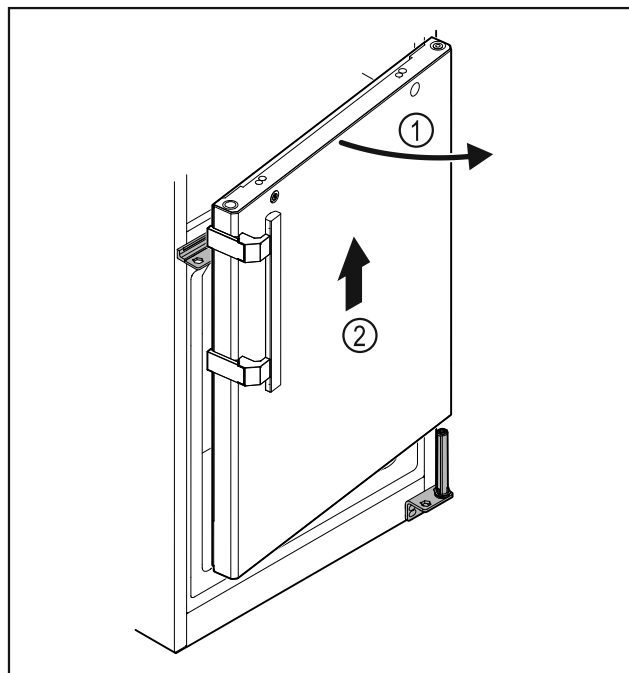

Fig. 27
- ▶ Deschideți ușor ușa Fig. 27 (1), ridicați aproximativ 200 mm drept în sus și detașați-o Fig. 27 (2).